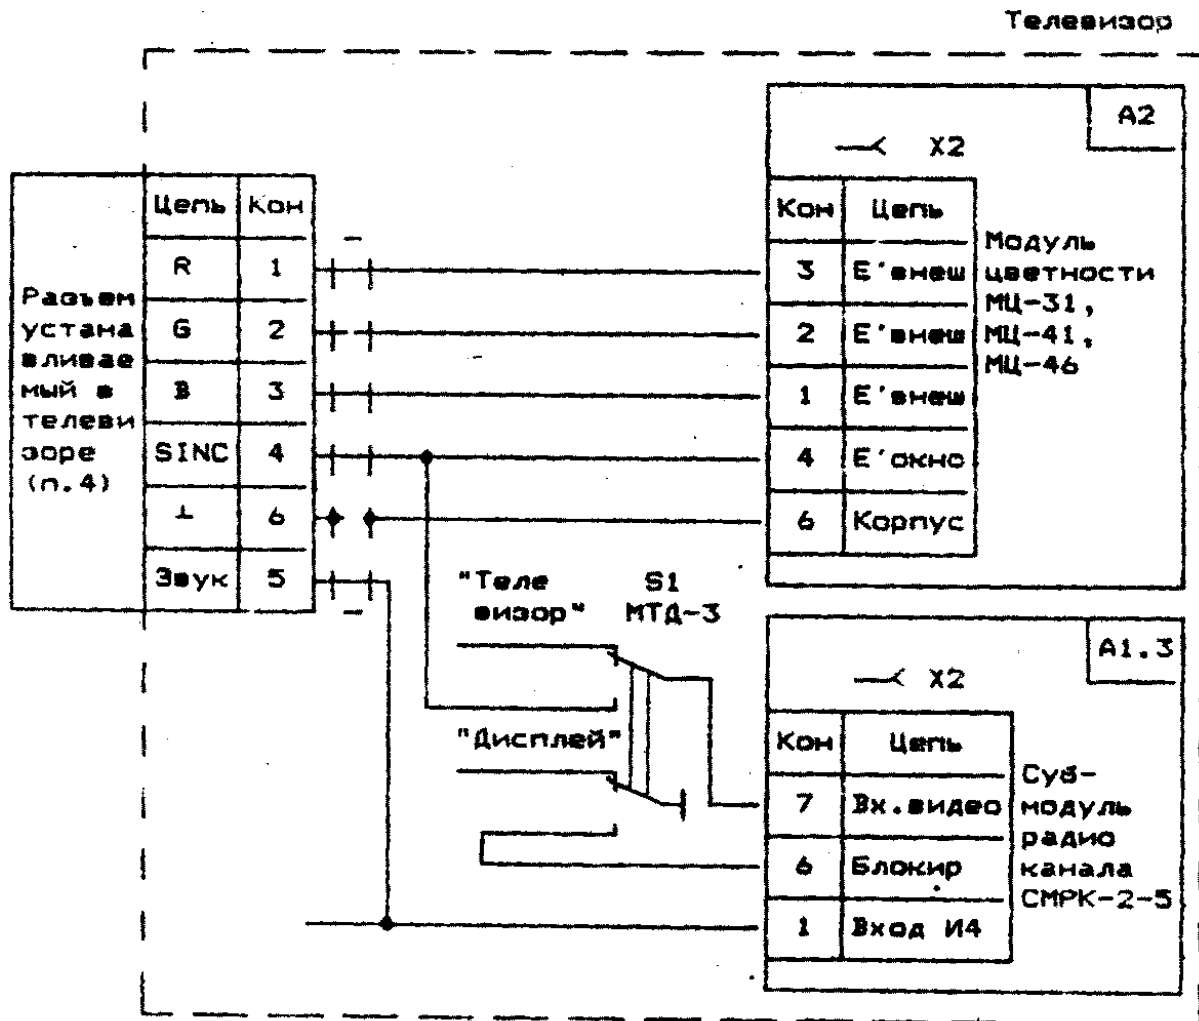

Рис.4
4. В качестве примера доработки телевизоров четвертого поколения на рис.4 приведена схема доработки телевизора "Электрон Ц451". Все телевизоры четвертого поколения с модулем цветности МЦ-31, МЦ-41, МЦ-46 дорабатываются аналогично. Для доработки используется любой двойной тумблер, например, МТД-3.